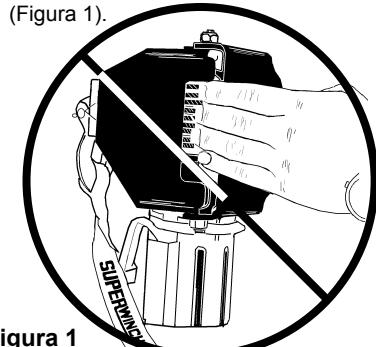

Figura 1
9. Mantenga las manos alejadas de los **ADVERTENCIA** PUNTOS DE APLASTAMIENTO (Figura 1).